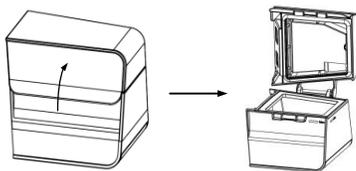

Fig. 18-1
(1) **Ouverture du réservoir:** Ouvrir le chapeau de la cavité d'eau, comme illustré sur la Fig. 18-1.